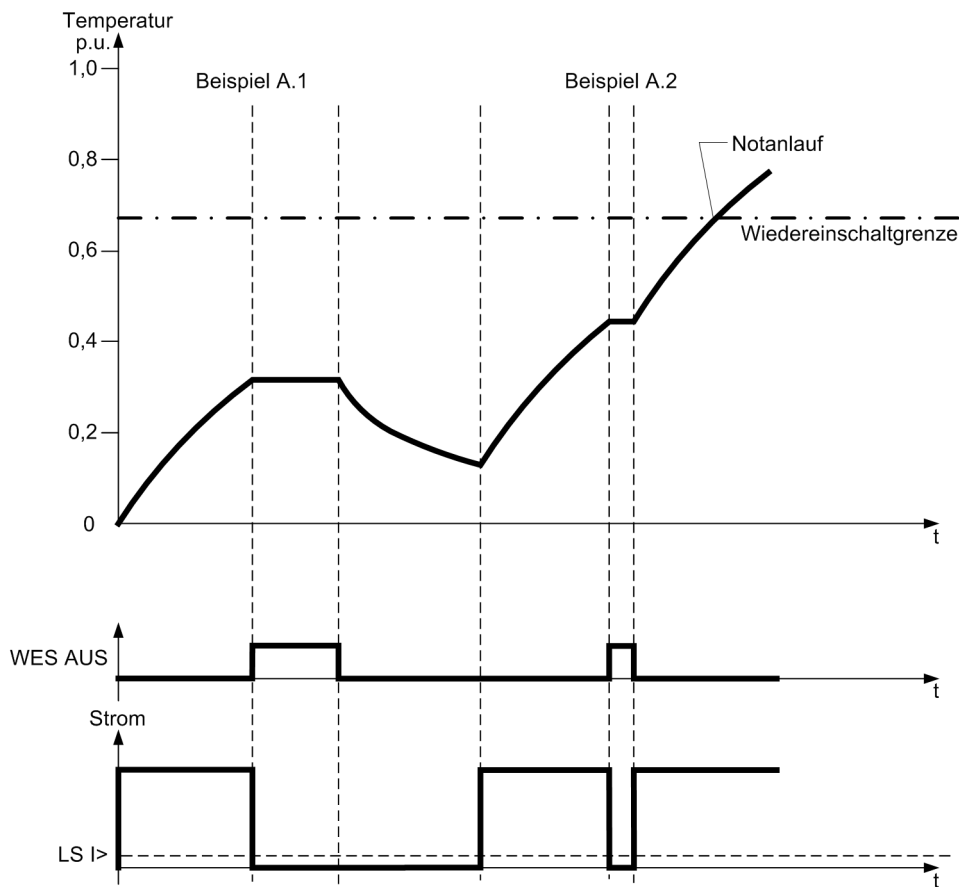

Bild 2-37 Anläufe gemäß der Beispiele A.1 und A.2
1. Die Maschine wird durch einen normalen Anlauf in einen Bereich unterhalb der thermischen Wiedereinschaltgrenze gebracht und abgeschaltet. Mit dem Abschalten wird die Ausgleichszeit 4304 **T AUSGLEICH** gestartet und die Meldung „WES AUS“ erzeugt. Die Ausgleichszeit läuft ab und „WES AUS“ geht. Für die Dauer von **T AUSGLEICH** bleibt das thermische Modell „eingefroren“ (siehe Bild 2-37, links).
2. Die Maschine wird durch einen normalen Anlauf in einen Bereich unterhalb der thermischen Wiedereinschaltgrenze gebracht, abgeschaltet, aber ohne auf den Ablauf der Ausgleichszeit zu warten, durch einen Notanlauf gestartet. Die Ausgleichszeit wird abgeworfen und die Berechnung des thermischen Abbildes freigegeben und „WES AUS“ gehend gemeldet (siehe Bild 2-37, rechts).